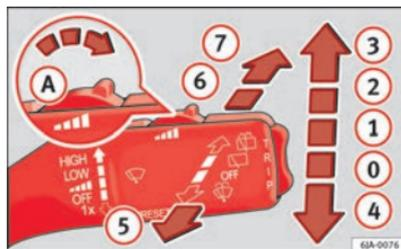

Fig. 65 O manípulo do limpa-vidros
- Se desejar apenas limpar o pára-brisas **rapidamente** desloque o manípulo para baixo, até à posição ④ ⇒ Fig. 65.
- Empurre o manípulo para cima, até à posição ① ⇒ Fig. 65. ▶
- Empurre o manípulo para cima, até à posição **2** ⇒ Fig. 65.
- Empurre o manípulo para cima, até à posição **3** ⇒ Fig. 65.
- Puxe o manípulo para o volante, posição **5** ⇒ Fig. 65, para pôr em funcionamento o lava pára-brisas e o limpa pára-brisas.
- Pressione o manípulo até à posição **6** ⇒ Fig. 65, o limpa-vidros traseiro é accionado em intervalos de 6 segundos.
- Pressione o manípulo completamente para a frente até à posição **7** ⇒ Fig. 65, o limpa e lava-vidros traseiro funcionam simultaneamente.
- Mova o manípulo até à posição **0** ⇒ Fig. 65. ■
Se estiverem ligados os médios ou os máximos e levantar o manípulo até à posição **5** ⇒ Fig. 65, activa por um breve período os lava-faróis. Os lava-faróis são também accionados a cada décima activação do lava pára-brisas.
- Pressione o manípulo até à posição ④ ⇒ Fig. 65 ⇒ Página 108, os braços dos limpa pára-brisas colocam-se na posição de serviço.
- Ligue a ignição e pressione o manípulo até à posição ④ ⇒ Fig. 65 ⇒ Página 108, os braços dos limpa pára-brisas colocam-se na posição básica.